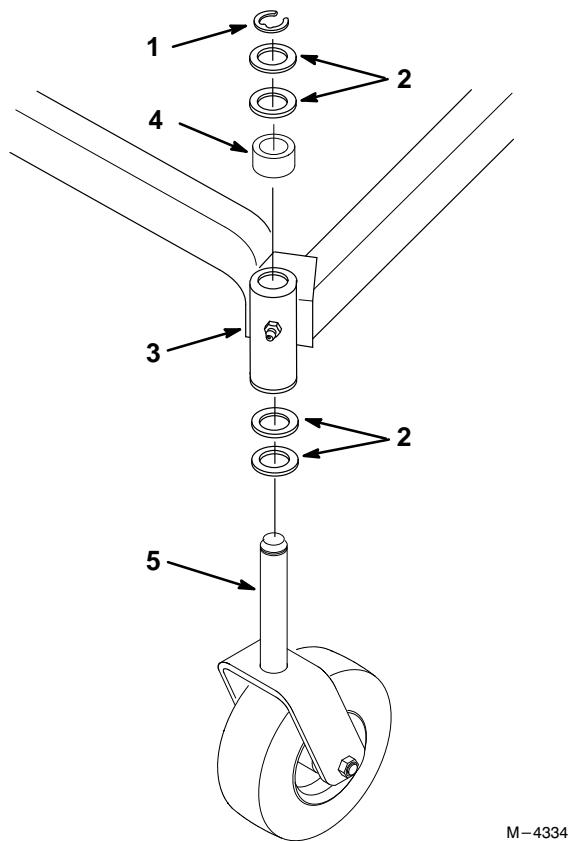

Figure 1
1. Placer 2 rondelles d'appui sur la fourchette de la roue pivotante (Fig. 1).
2. Insérer la fourchette de la roue dans le fourreau du châssis porteur (Fig. 1).
3. Placer l'entretoise et 2 rondelles d'appui sur la tige de fourchette de la roue, et fixer le tout à l'aide d'un circlip (Fig. 1).